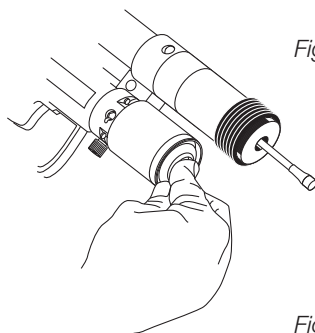

Figure 6
3. Presser légèrement sur le réservoir en caoutchouc. Après l'évacuation de quelques gouttes d'huile refermer le bouchon de purge d'air avec la clé hexagonale (3 mm) en dotation comme indiqué en figure 6.